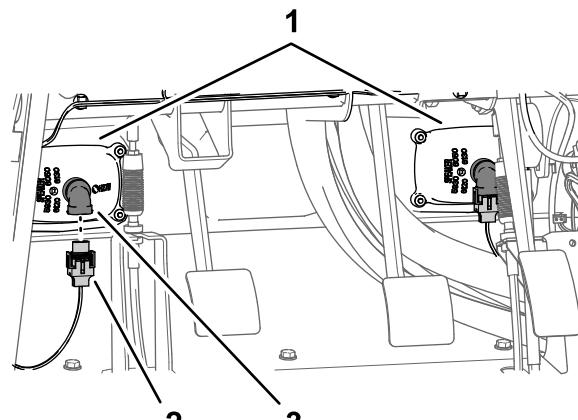

Bild 214
3. Stecken Sie die zwei elektrischen Anschlüsse (2-Buchsen-Stecker) des Maschinenkabelbaums in die 2-Stift-Stecker des linken und rechten Scheinwerfers (Bild 214).
1. Fluchten Sie die innere Kotflügelhaube mit den linken, oben und links, und unteren Rahmenrohren aus (Bild 214).